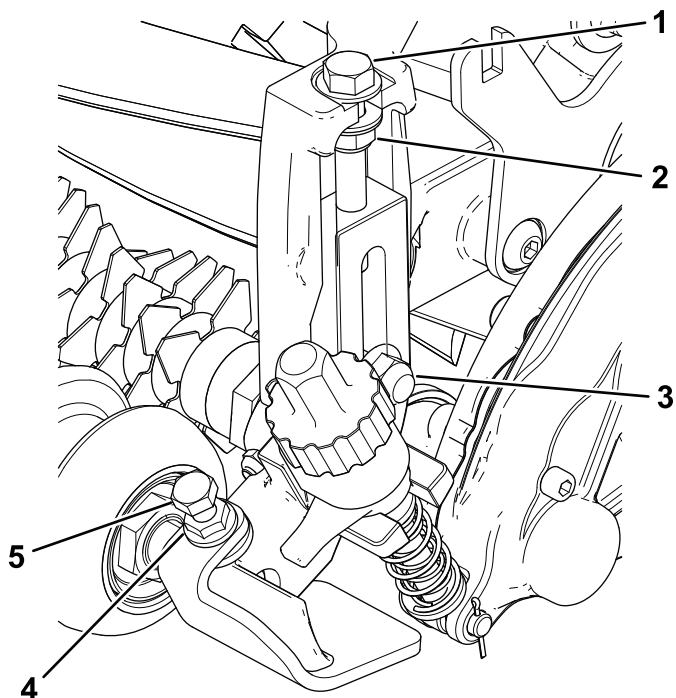

图14
4. 拧紧将剪草高度支架组件固定到侧板上的托架螺栓和锁紧螺母图14。
5. 拧紧剪草高度调节螺栓上的锁紧螺母然后将锁紧螺母往回松开 1/2 圈图14。
6. 将前滚筒放在剪草高度支架组件的中心用平头螺丝和凸缘螺母将其固定到位图14。